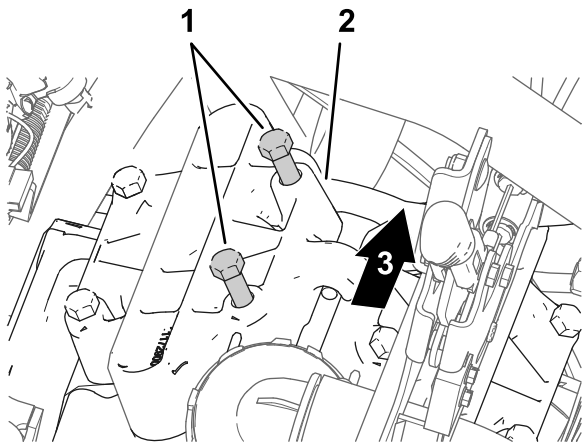

Figure 176
1. À la position 11 heures de la tête de pompe, desserrez les 2 boulons (voir Figure 176) pour obtenir un jeu de 7 à 10 mm entre la tête des boulons et la pompe.